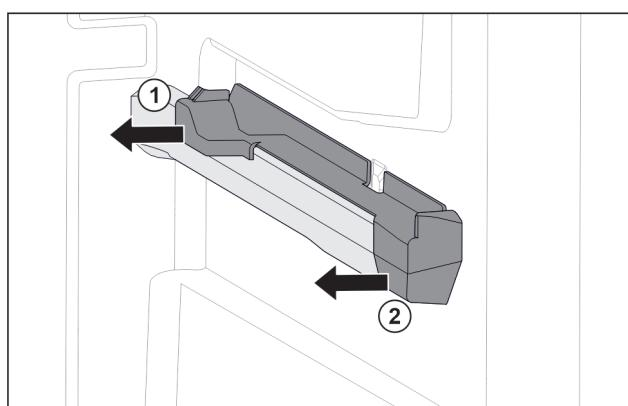

Fig. 55 Наставка върху дясното ребро на съда
- ▶ Изтеглете наставката отзад настрани. Fig. 55 (1)
- ▶ Изтеглете наставката отпред настрани. Fig. 55 (2)